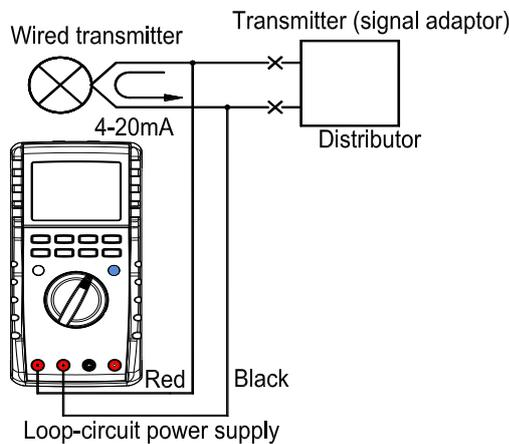

рис. 7
2. Красный коннектор измерительного провода установить в гнездо **mAV**, а другой (черный) в гнездо **COM** и подсоединить наконечники щупов к выходам RTD, как показано выше на рис. 7 (измерение Т).
2. Установите **черный коннектор** во входное гнездо “mA V” а **красный** подключить к терминалу “LOOP” (рис. 7).
3. Подключите щупы соед. проводов к измеряемой цепи (рис. 7)..